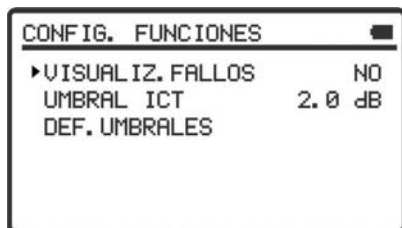

Figura 5.- Pantalla CONFIGURACIÓN FUNCIONES.
- 3.- Pulse **SEL**  [4] para entrar en la pantalla de configuración (ver figura 5).